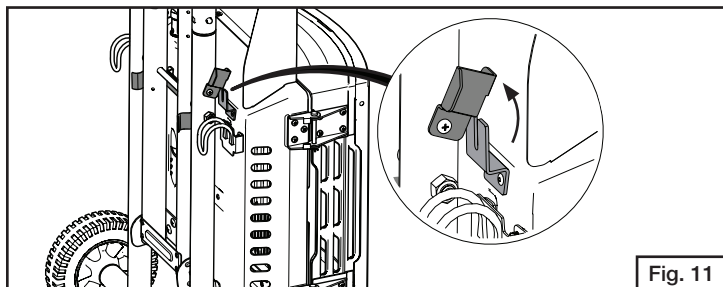

Fig. 11
- Faire tourner le verrou de la patte dans le sens anti-horaire pour la libérer. (Fig. 11)